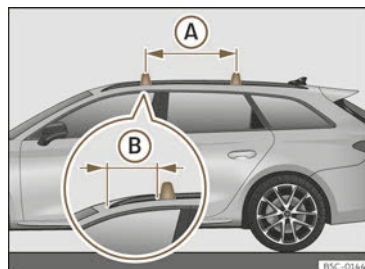

Abb. 209 Befestigungspunkte der Querstangen für den Dachgepäckträger (Leon Sportstourer).
Gültig für Leon Sportstourer: Die Querstangen werden an der seitlichen Dachreling angebracht >>> (Abb. 209). Der Abstand zwischen den Querstangen (A) muss etwa 75 cm betragen und der Abstand der vorderen Querstange zur vorderen Halterung der Dachreling (B) muss 30 cm betragen.